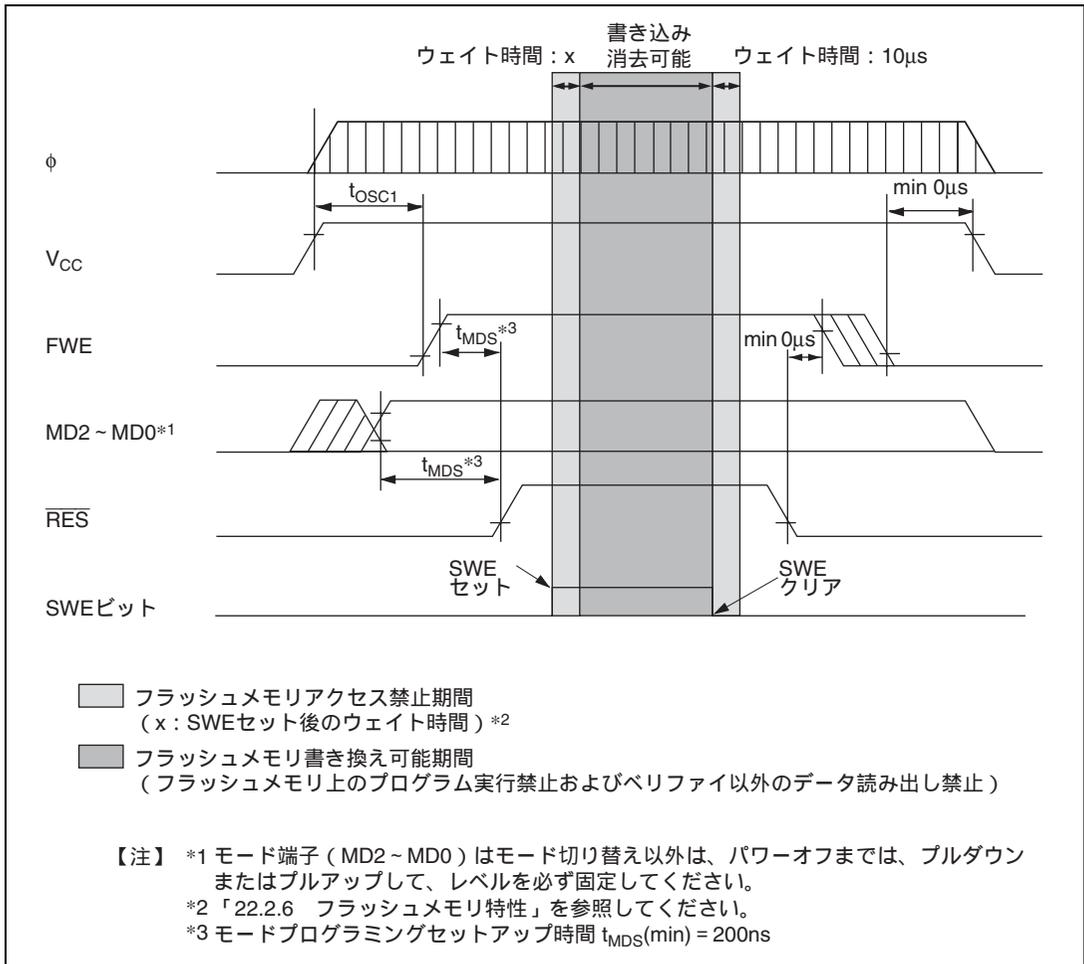
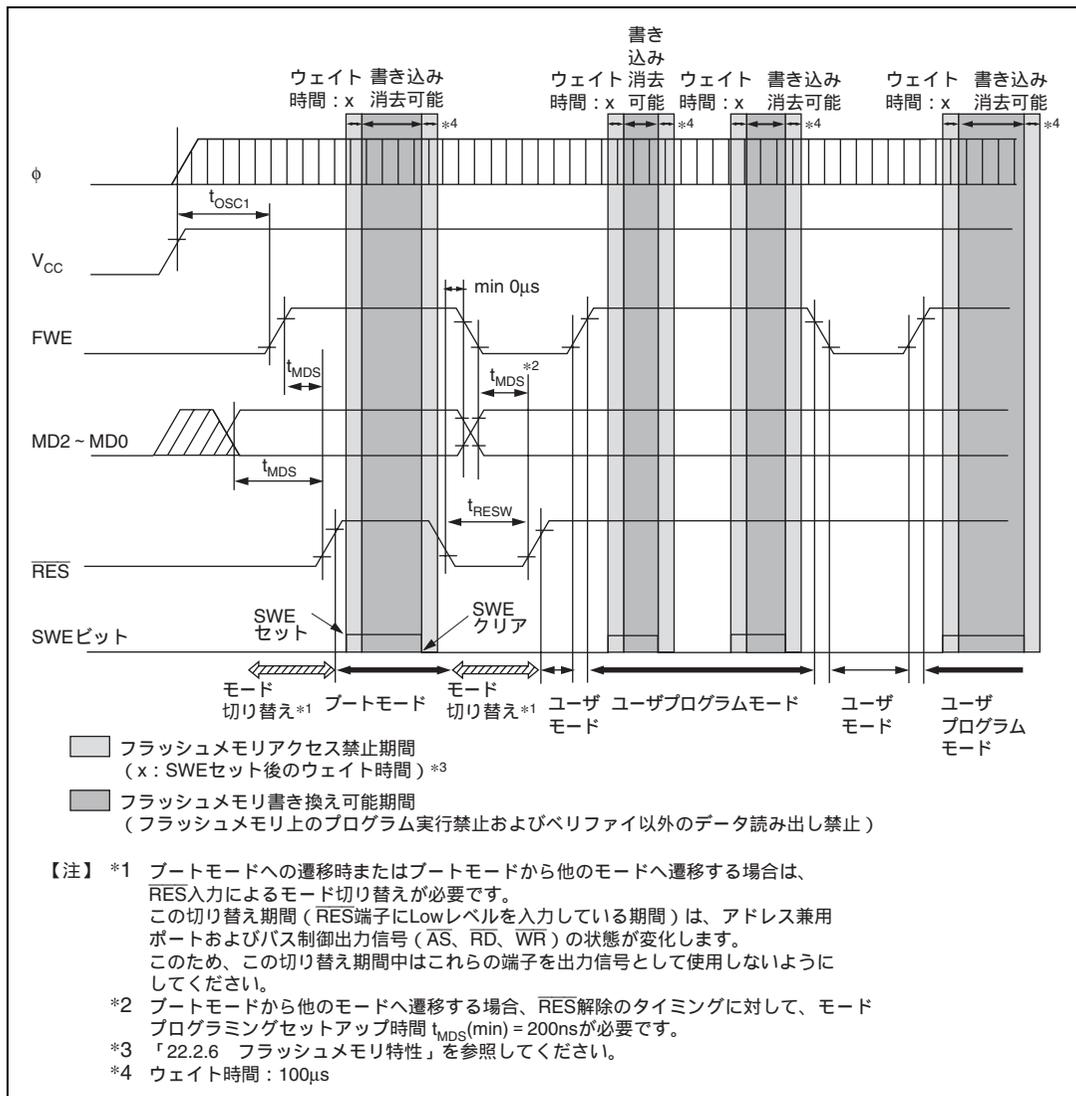

図 19.56 電源投入 / 切断タイミング (ブートモード)
図 19.58 モード遷移タイミング
(2) 電源投入 / 切断時の注意 (図 19.56 ~ 図 19.58 参照)
(3) FWE の印加 / 解除の注意 (図 19.56 ~ 図 19.58 参照)